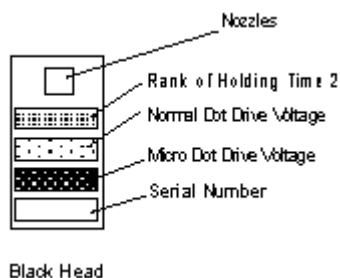

Fig. 4.4 Valor de Voltage da cabeça
- 5 - Pressione "SPACE e ENTER " para entrar os valores da cabeça, referindo-se ao circuito da placa da cabeça preta. veja fig. 4.4